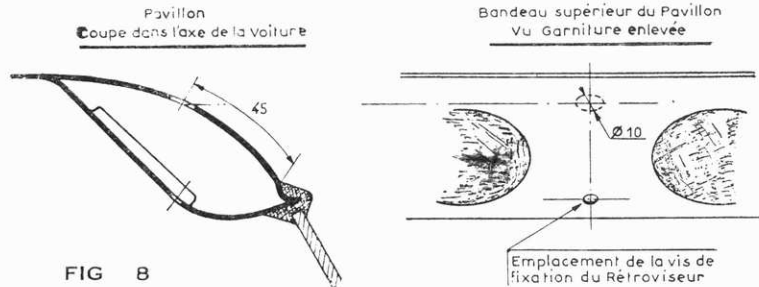

FIG 8
b) Repérer avec soin l'axe du pavillon. Pointer et percer un trou de 10 mm. de l'extérieur, suivant les indications données sur la figure 8.